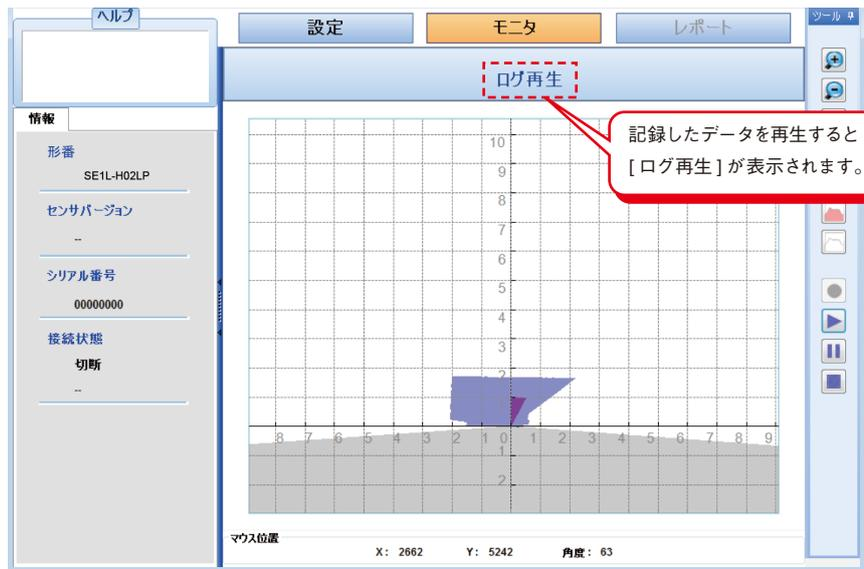

図7-60. ログ再生
- 記録したデータを再生するには、[ログ再生]ボタン  をクリックしてください。記録したデータファイルを選択すると、一度だけ自動的にデータを再生します。図7-60に示すように、記録したデータを再生すると[ログ再生]が表示されます。